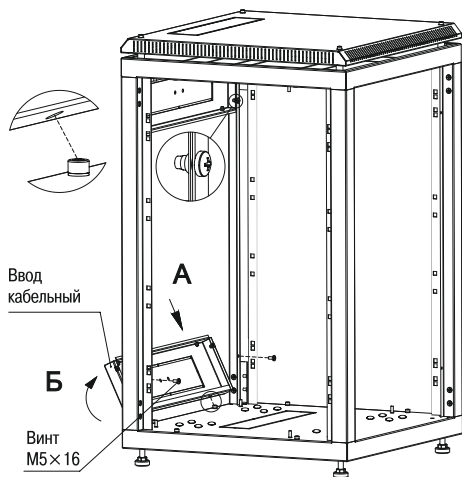

Рисунок 5
3.1.5\* Для установки вводов кабельных состыкуйте посадочные круглые отверстия вводов с винтами на основании (действие А), прижмите вводы к стойкам (действие Б) и закрепите винтами М5×16 с полукруглой головкой (рисунок 5).